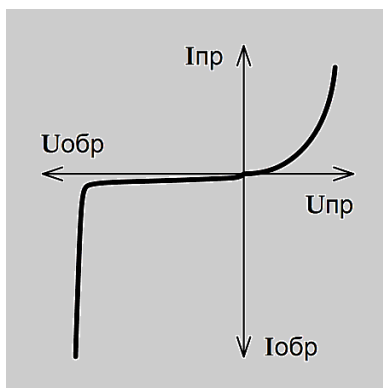

Рисунок 8. Внешний вид графика ВАХ стабилитрона
- ВАХ полупроводникового элемента (стабилитрона) (Рисунок 8):